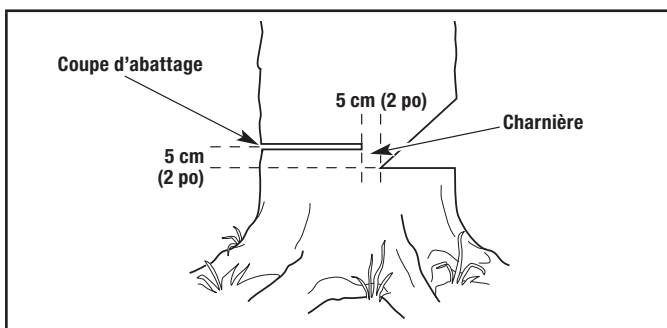

Figure 12
1. Faites une coupe horizontale du côté opposé de l'arbre à partir de l'encoche (Fig. 12). Coupez environ 5 cm (2 po) au-dessus du bas de l'entaille (Fig. 12).
2. Lorsque la coupe s'approche de l'encoche, seule une petite bande de bois supporte l'arbre. Cette bande de bois s'appelle une charnière (Fig. 12). Cette charnière contrôle la chute de l'arbre. Laissez environ 5 cm (2 po) de charnière en place. Ne coupez pas complètement la charnière. Une coupe dans la charnière pourrait faire tomber l'arbre dans n'importe quelle direction.